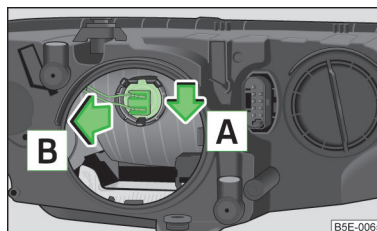

Fig. 222
- Scoateți conectorul împreună cu becul, prin deplasarea spre în jos, în sensul săgeții **A** » fig. 222 și în sensul săgeții **B**.